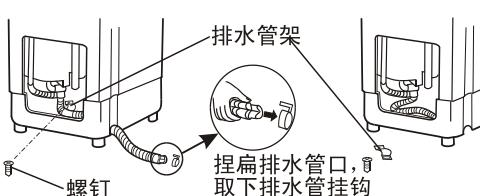

图2
2. 将排水管从箱体上取下,将排水管口稍微捏扁,拆下排水管挂钩,松开排水管架的固定螺钉,拆下排水管架,将排水管从底座左侧拉入箱体内。(如图2所示)